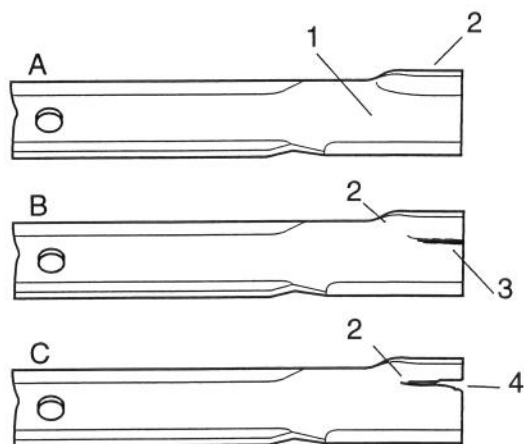

Bild 6
- Die Schnittkanten der Messerbalken vorsichtig kontrollieren, besonders wo die flachen auf die profilierten Bereiche des Messerbalkens treffen (Bild 6-A). Da Sand und andere Reibmittel das Metall abnutzen können, mit dem die flachen und die profilierten Bereiche des Messerbalkens verbunden sind, den Messerbalken vor Inbetriebnahme des Mähers prüfen. Wird Abnutzung festgestellt (Bild 6-B), den Messerbalken austauschen.
Wenn die Abnutzung eines Messerbalkens zugelassen wird, bildet sich zwischen Flügel und Flachstelle des Messerbalkens ein Schlitz (Bild 6-C). Früher oder später kann ein Stück des Messerbalkens abgetrennt und unter dem Gehäuse ausgeworfen werden, was möglicherweise zur schweren Verletzung von Benutzer oder Unbeteiligten führt.